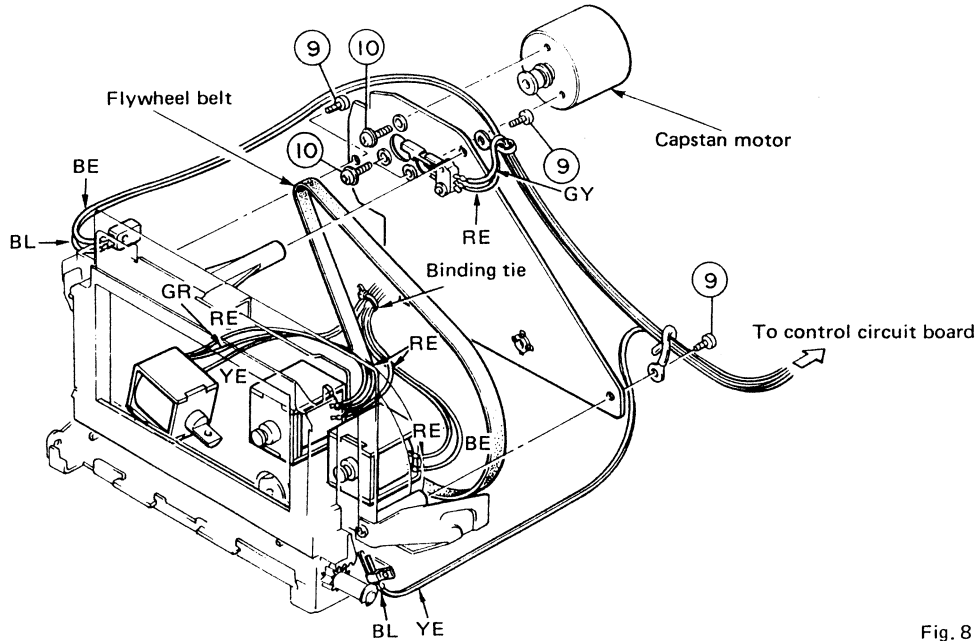

Fig. 8
- a. Remove 3 screws (9) in fig. 8, and then remove holder, flywheel.
- b. Remove 3 screws (10) in fig. 8, and then remove capstan motor.
- a. 図8のネジ(9)を3本はずす。(フライホイール受け板)
- b. 図8のネジ(10)を3本はずす。(キャプスタンモーター)